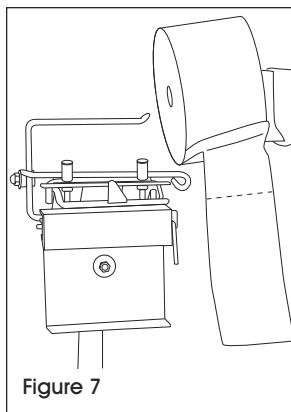

Figure 7
6. Placez les sacs dans le support en insérant le mandrin du rouleau de sacs sur la barre. Soulevez le bras et placez le premier sac sous le guide de coupe. (Voir Figures 7 et 8)